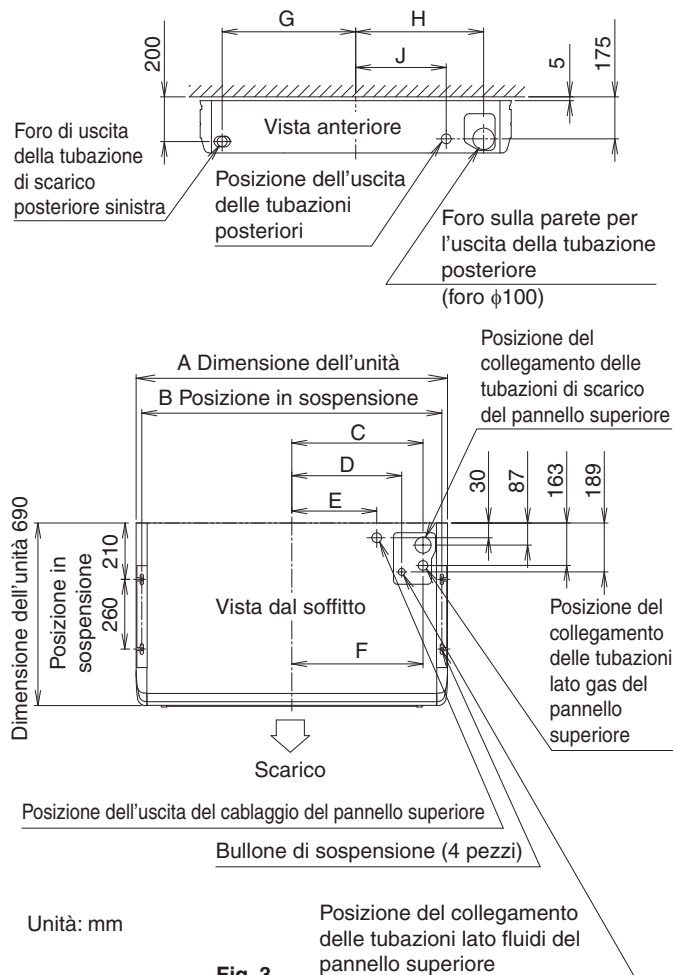

Fig. 3
- (1) Controllare le posizioni dei bulloni di sospensione dell'unità interna, dei fori dello sbocco della tubazione, del foro dello sbocco della tubazione di drenaggio e del foro di ingresso dei cavi elettrici. (Fare riferimento alla Fig. 3)